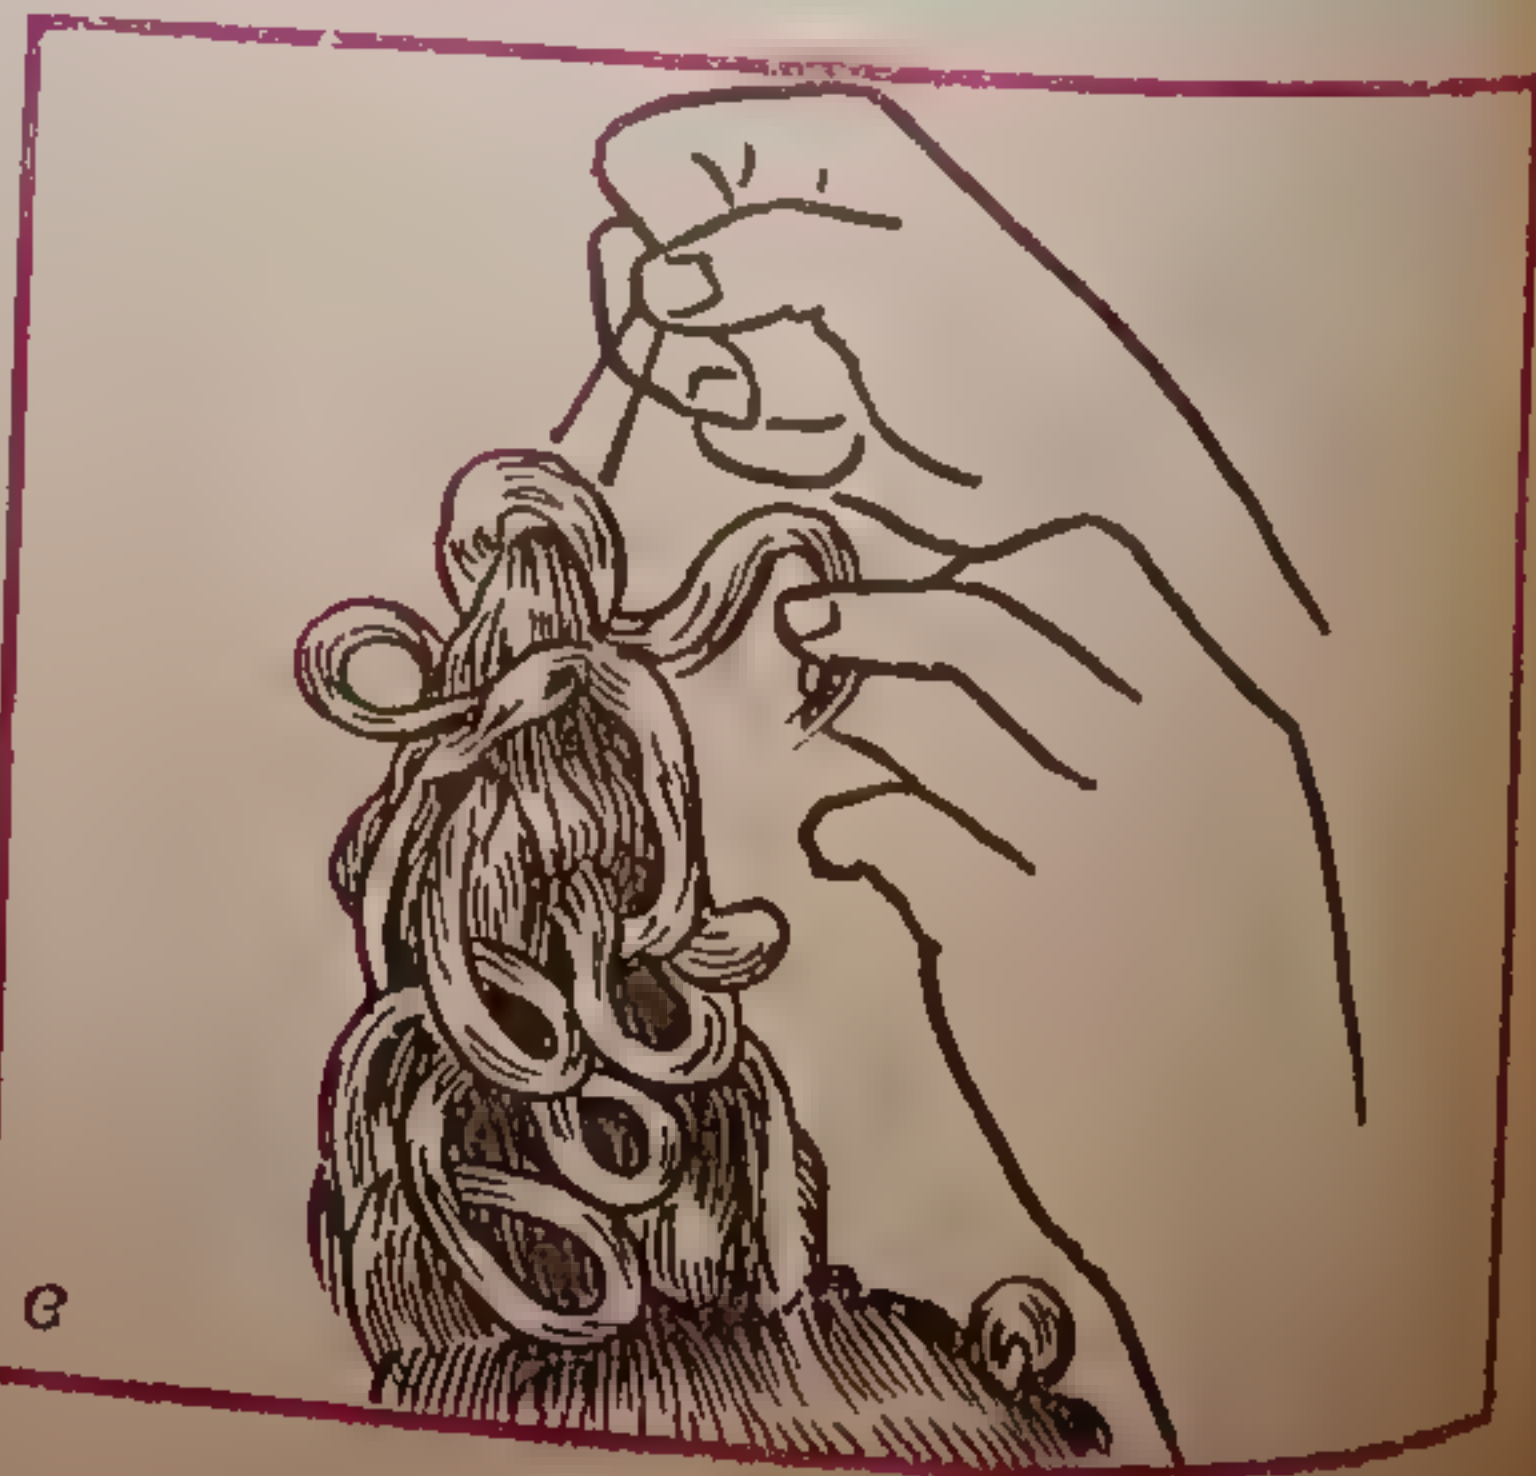

Рис. 8. а, б, в
**ФАНТАЗИЙНАЯ ПРИЧЕСКА** на первый взгляд может показаться весьма экстравагантной (рис. 8). Вместе с тем